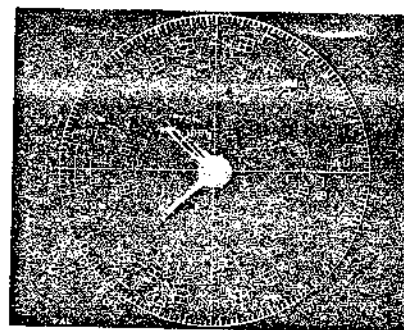

Abb. 4-9 Schwarzbalance/Y-Einstellung
(Abb. 4-9, 4-10)
5. Den GRN SETUP Regler (RM1101-14) so abgleichen, daß der helle Abschnitt des Vektors in der Mitte des Vektorskop-Bildschirms erscheint (siehe Abb. 4-9).